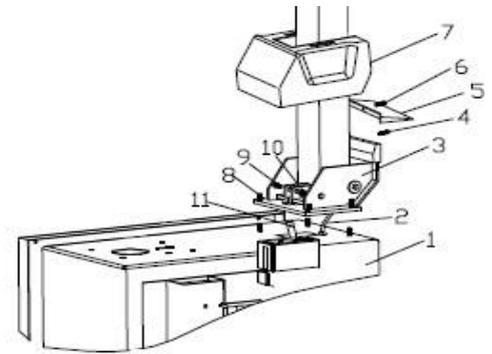

Fig 3
- 2) Placez le siège basculant (3, Fig 3) sur le corps (1, Fig 3) avec 4 boulons (M12), poussez le tuyau d'air (2, Fig 3) à travers le trou de la colonne. Serrez les 4 écrous autobloquants (8, Fig. 3).
- 3) Insérez la vis (9, Fig 3) dans les trous de la colonne et de l'arbre du cylindre basculant (11, Fig 3), serrez-la avec l'écrou autobloquant (10, Fig 3).
- 4) Dévissez les deux boulons du couvercle gauche et retirez le couvercle, connectez le tuyau d'air (2, Fig 3) mentionné précédemment aux trous latéraux qui contrôlent la valve basculante à 5 voies. Fixez le couvercle gauche.
- 5) Fixez le couvercle en plastique (7, Fig 3) avec deux boulons (4, Fig 3).
- 6) Montez le couvercle arrière en plastique (5, Fig 3) sur la colonne à l'aide de la vis (6, Fig 3).